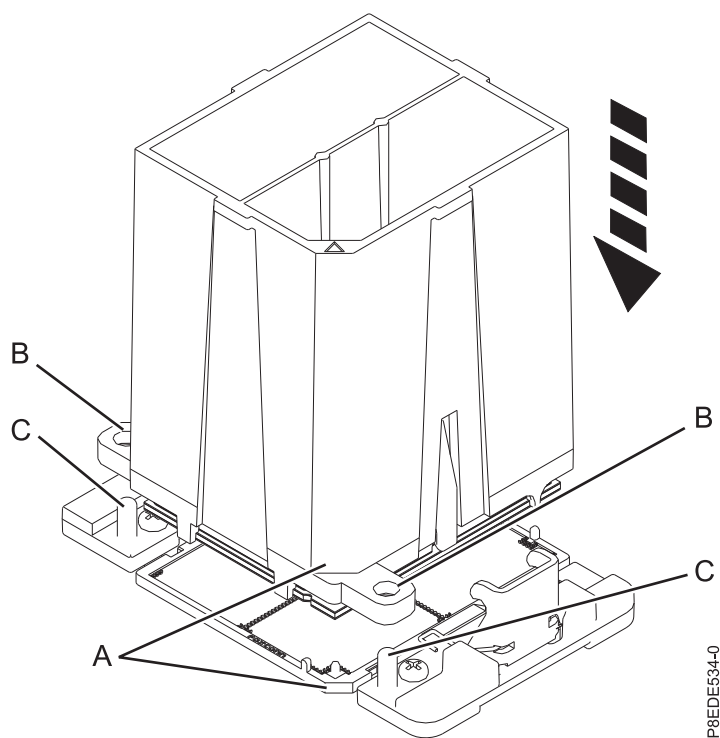

Figura 14. Instalando o módulo de processador do sistema
- b. Abaixar a ferramenta e o módulo de processador do sistema no soquete. Alinhe a aresta biselada (A) da ferramenta com a aresta biselada no soquete. Certifique-se de que os dois pinos guia (C) sejam inseridos nos orifícios de alinhamento (B) em cada lado da ferramenta. Tenha cuidado para abaixar a ferramenta nivelada sem incliná-la. Consulte o Figura 14 na página 15.